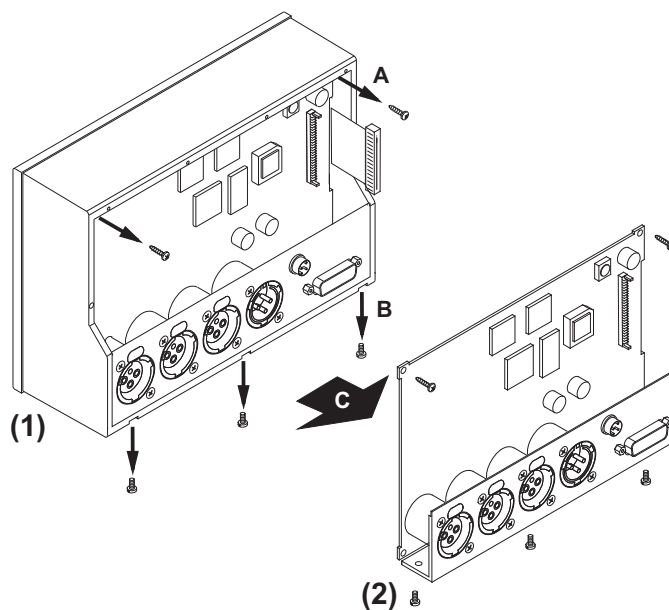

Bild 4-5: Lösen des Anschlusspanels und der Hauptplatine
5. Lösen Sie die beiden oberen Schrauben (A) von der Hauptplatine, lösen Sie sodann die drei Schrauben (B) von der Unterseite des Gehäuses (Bild 4-5). Ziehen Sie vorsichtig das Anschlusspanel mitsamt der Hauptplatine aus dem Gehäuse (C).